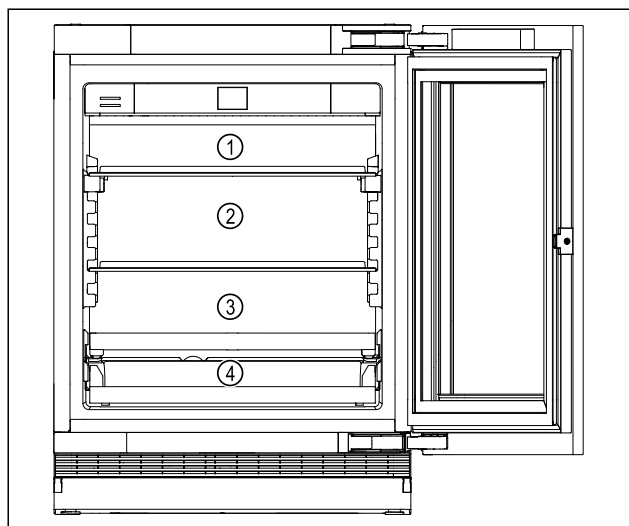

Fig. 5 Przykładowa prezentacja
- ▶ Górny obszar Fig. 5 (1): Przechowywać masło, ser, konserwy oraz tubki.
- ▶ Środkowy obszar Fig. 5 (2): Przechowywać zapakowane owoce i warzywa, ciasta i torty.
- ▶ Dolny obszar Fig. 5 (3): Przechowywać bardzo łatwo psujące się produkty spożywcze, takie jak dania gotowe, ryby, mięso i wyroby wędliniarskie.
- ▶ Półka na napoje Fig. 5 (4): Przechowywać puszki, mniejsze butelki.